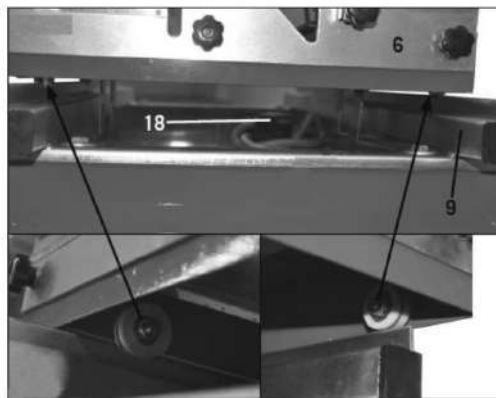

Рис. 6
6. Установите ролики подкатного стола (6) на направляющие (9) (рис. 6). Убедитесь, что подкатной стол легко перемещается по направляющим.